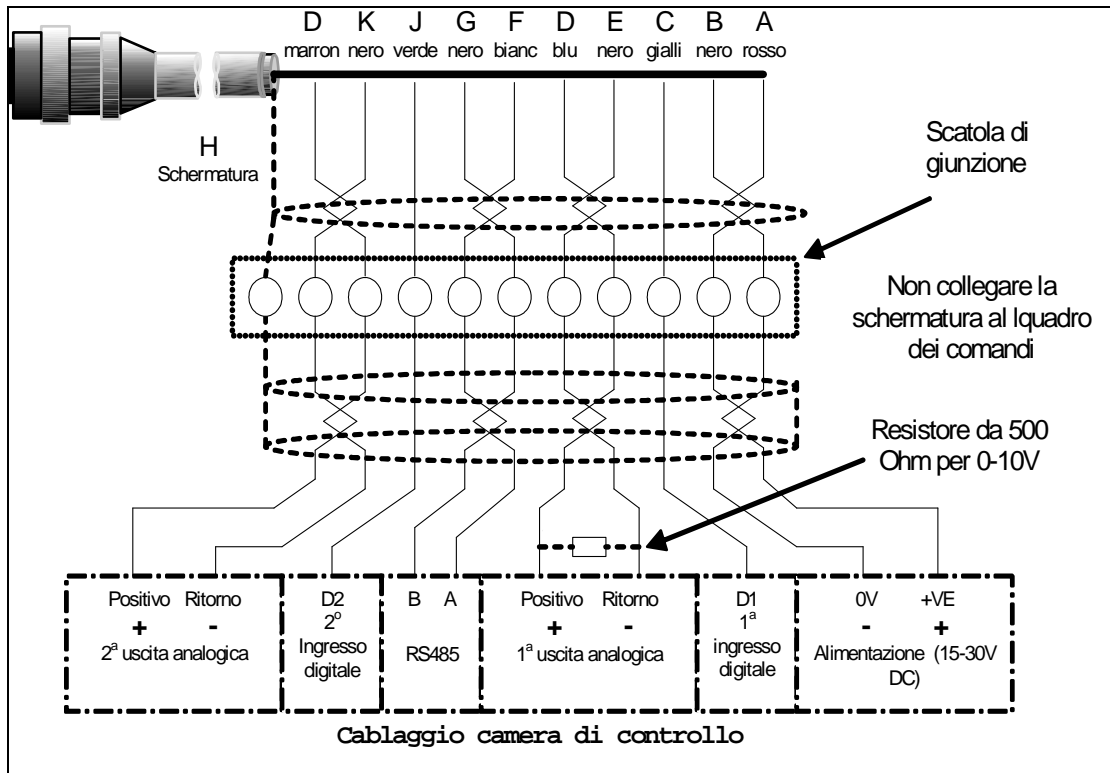

Figura 24 – Collegamento del cavo del sensore (0090A)
- 0 – 20 mA Questa uscita può essere configurata come un'uscita di tensione a 0 – 10 V c.c. se un resistore da 500 ohm è collegato attraverso l'uscita analogica ed i cavi di ritorno (vedere Figura 24)